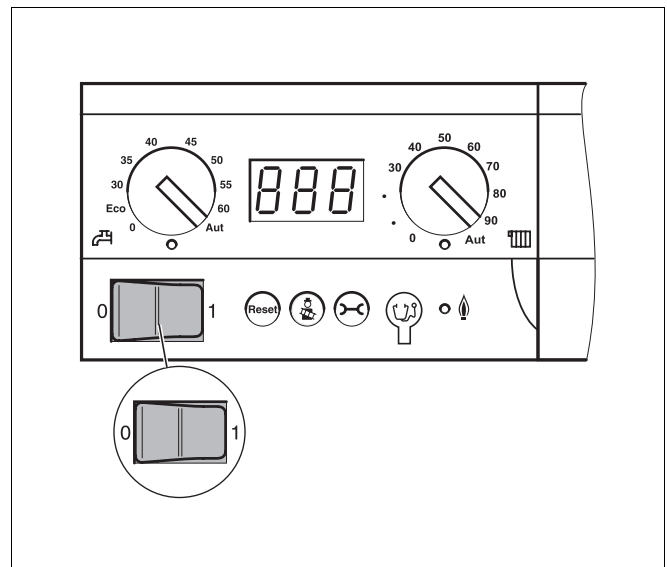

Abb. 5 Basiscontroller Logamatic BC10
- Schalten Sie den Betriebsschalter (Abb. 5) am Basiscontroller auf Position „1“ (Ein). Der Basiscontroller überprüft den aktuellen Anlagenstatus und der Brenner geht gegebenenfalls in Betrieb.